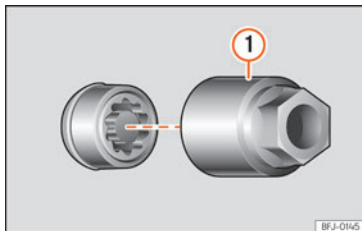

Fig. 32 Låsebolt med dækkappe og adapter
- Sæt specialadapteren »» **Fig. 32 ①** (hører med til bilens værktøj »» **Side 36**) helt ind i låsebolten.